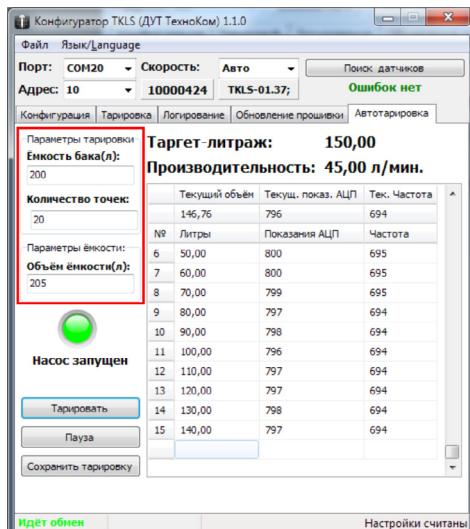

Рис.3. Вкладка «Автотарировка».
- Перед началом тарировки необходимо задать объем бака, в котором установлен тарируемый бак. Настройка задается в поле «Емкость бака (л)» (Рис.3);
- Затем определить количество точек тарировочной таблицы (настройка «Количество точек», Рис.3). Максимальное значение – 50;
- В поле «Объем емкости (л)» (Рис.3) задать объем резервуара, из которого перекачивается топливо в бак с тарируемым датчиком.